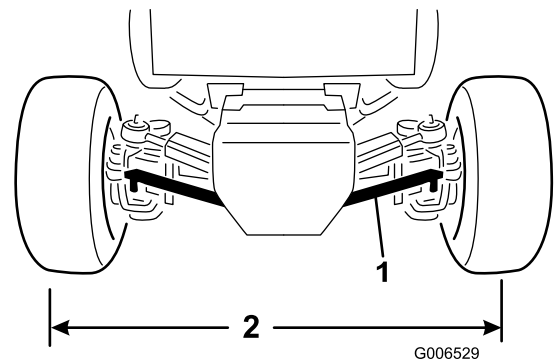

Figura 63
1. Retire o perno de gancho e a porca que fixam uma rótula da barra de ligação ao suporte de montagem no eixo; em seguida, retire a rótula do eixo (Figura 63).
- Rode a união da barra até que distância centro a centro à frente e atrás das rodas traseiras seja a mesma (Figura 63).